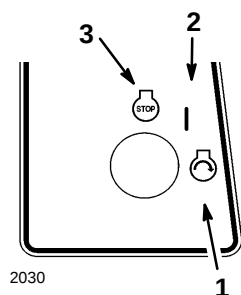

Abbildung 11
6. Den Zündschlüssel im Uhrzeigersinn drehen und in Position "START" halten (Abb. 11). Wenn der Motor anspringt, den Schlüssel loslassen.
- Den Zündschlüssel auf "OFF" (AUS) stellen (Abb. 11).